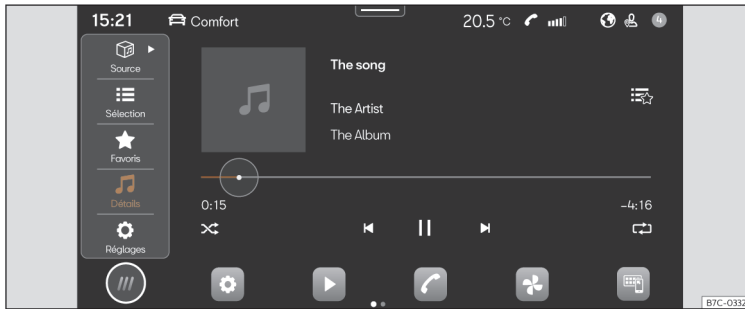

Fig. 153 Représentation schématique : Vue Multimédia.
- Appuyez sur **HOME** > ► >>> **fig. 153**.